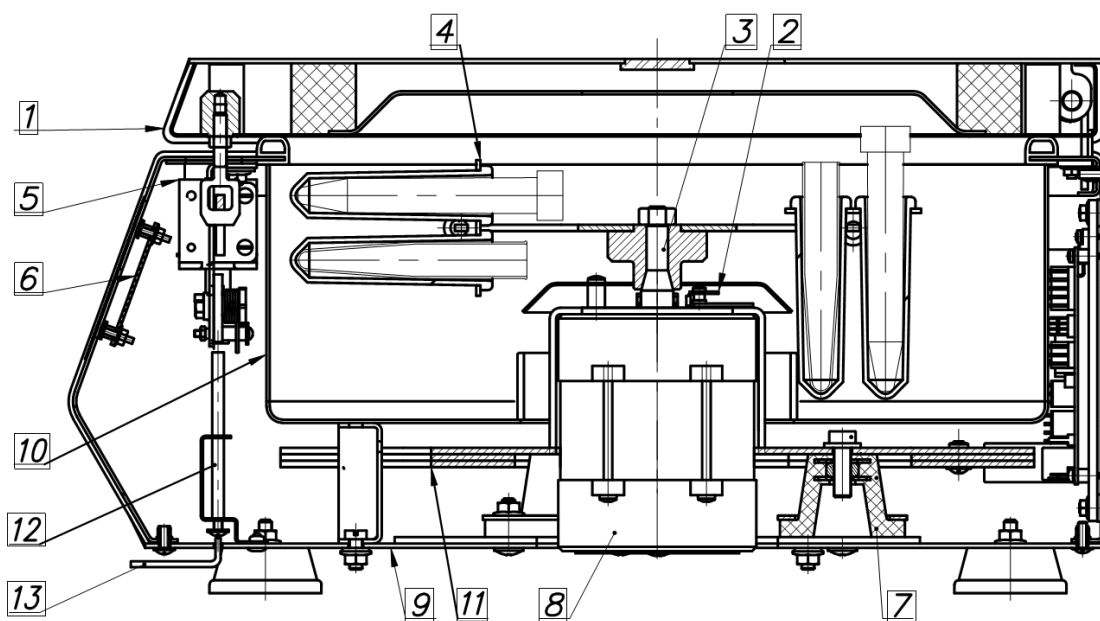
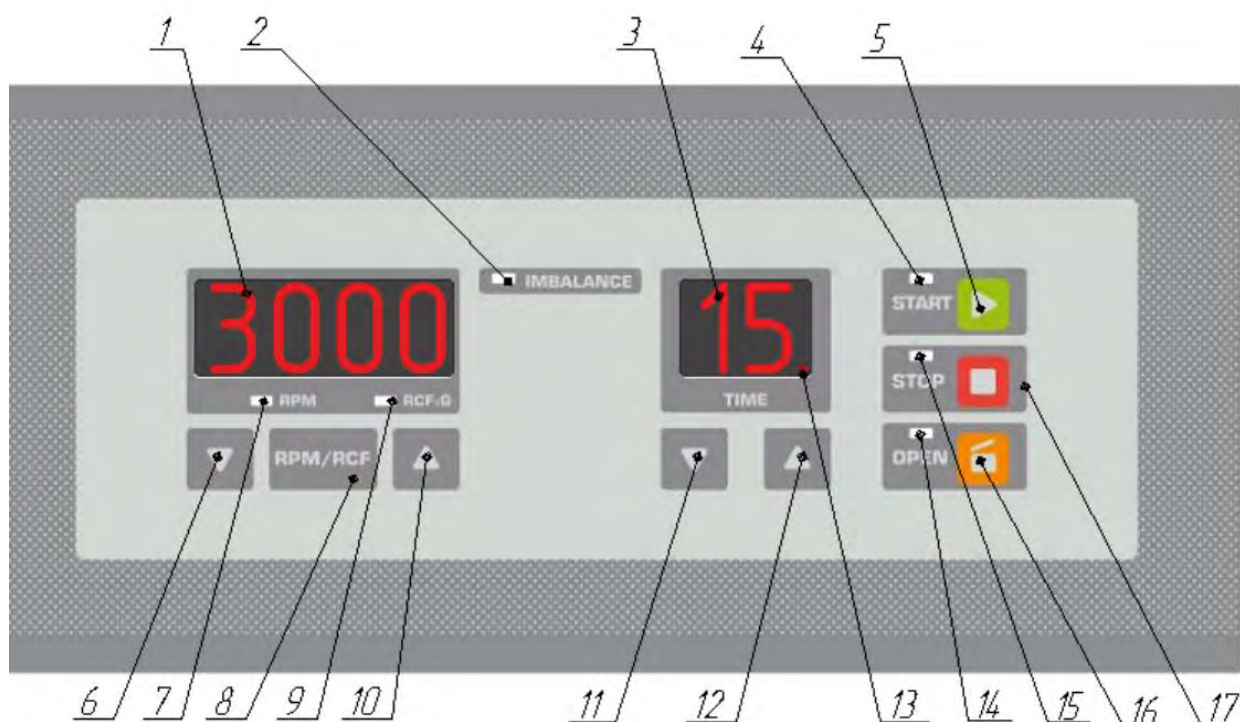

Рис.4 Устройство центрифуг Liston C 2201, Liston C 2202, Liston C 2203 (изображение устройства условное, без учета различий центрифуг)
Рис.5 Панель управления центрифугами Liston C 2201, Liston C 2202, Liston C 2203
- Откройте центрифугу при помощи г-образного ключа, поставляемого в комплекте, нажав им, через отверстие в днище центрифуги (Рис.4 поз.13), на толкатель (Рис.4 поз.12 – для центрифуг Liston C 2201, Liston C 2202), либо через 2 отверстия, расположенных с боков центрифуги чуть ниже крышки (для Liston C 2203) , либо открыв ручной замок (для Liston C 2204 Classic) и извлеките комплект поставки (адаптеры, документацию и т.д.)
- Включите центрифугу переключив сетевой выключатель, расположенный сзади справа в положение ON (I). при этом загорятся цифровые индикаторы поз.1 и поз.3 и индикатор режима «STOP» поз. 15. (Рис. 5)
- Для открытия крышки нажмите кнопку «OPEN» (поз. 16, рис.5). Загорится соответствующий индикатор (поз. 14 рис.5). **При экстренной**
- Для установки скорости вращения выберите единицы измерения скорости (селектор RPM/RCF – поз. 8 рис.5). Выбранный режим отобразится на соответствующем индикаторе поз. 7 (Рис.5) – RPM (обороты в минуту) или поз. 9 – RCF (единицы относительного центробежного ускорения).
Установите требуемую скорость вращения используя кнопку Поз.6 (рис.5) и кнопку Поз.10 (рис.5) для уменьшения и увеличения значения соответственно. Если зажать кнопки регулировки скорости более чем на 3 сек. изменения ускорятся.
- Для установки времени центрифугирования используйте кнопку Поз.11 (рис.5) и кнопку Поз.12 (рис.5) для уменьшения и увеличения значения соответственно. Если зажать кнопки регулировки скорости более чем на 3 сек. изменения ускорятся.
- Чтобы закрыть крышку центрифуги нажмите на нее над «язычком(ами)» электрозамка с небольшим усилием до «щелчка». Когда центрифуга закроется соответствующий индикатор OPEN (поз.14 рис. 5) потухнет.
- Для запуска вращения нажмите кнопку «START» (поз.5 рис.4). В момент старта потухнет индикатор «STOP» (поз. 15 рис.5) и загорится индикатор «START» (поз. 4 рис.5). Ротор начнет плавный разгон до установленной скорости. Текущая скорость вращения будет отображаться на индикаторе
скорости (поз.1 рис.5), а оставшееся время вращения на индикаторе времени поз.3 (рис.5). Обратите внимание, что кратковременные скачки скорости (+/- 200 об/мин) после набора центрифугой заданной скорости – это нормальная ситуация, связанная особенностями поддержания установленной скорости вращения.
- Когда установленное время центрифугирования истечет, ротор начнет плавное торможение до полной остановки. Во время торможения индикатор «STOP» (поз.15 рис.5) будет мигать. После полной остановки ротора прозвучит трехкратный звуковой сигнал, крышка автоматически откроется, индикатор «STOP» (поз.15 рис.5) загорится в постоянном режиме, а индикаторы скорости и времени отобразят предыдущий установленный режим центрифугирования.
- Центрифуги Liston C 2201, Liston C 2202 and Liston C 2203 могут работать в режиме прямого (а не обратного) отсчета времени. Для работы в данном режиме установите время центрифугирования на 0 и нажмите кнопку «START» (поз. 4 рис.5). Процесс центрифугирования будет продолжаться до 100 мин. или до нажатия кнопки «STOP» (поз.15 рис.5). При работе в режиме прямого отсчета времени будет гореть индикатор в виде точки (поз. 13 рис.5)
- В случае срабатывания аварийной остановки центрифуги при превышении вибраций ротора допустимых пределов (дисбаланс ротора) загорится индикатор «IMBALANCE» (поз.2 рис.5), индикатор «STOP» (поз.15 рис.5) начнет мигать и прозвучит трехкратный звуковой сигнал, после этого индикатор «STOP» (поз.15 рис.5) начнет гореть в постоянном режиме и центрифуга экстренно остановится. После аварийной остановки центрифуги – крышка НЕ откроется автоматически. Для открытия крышки нажмите кнопку «OPEN» (поз.16 рис.5). Прежде чем запускать центрифугу снова, убедитесь, что ротор установлен загружен согласно п.3.3 настоящего руководства.